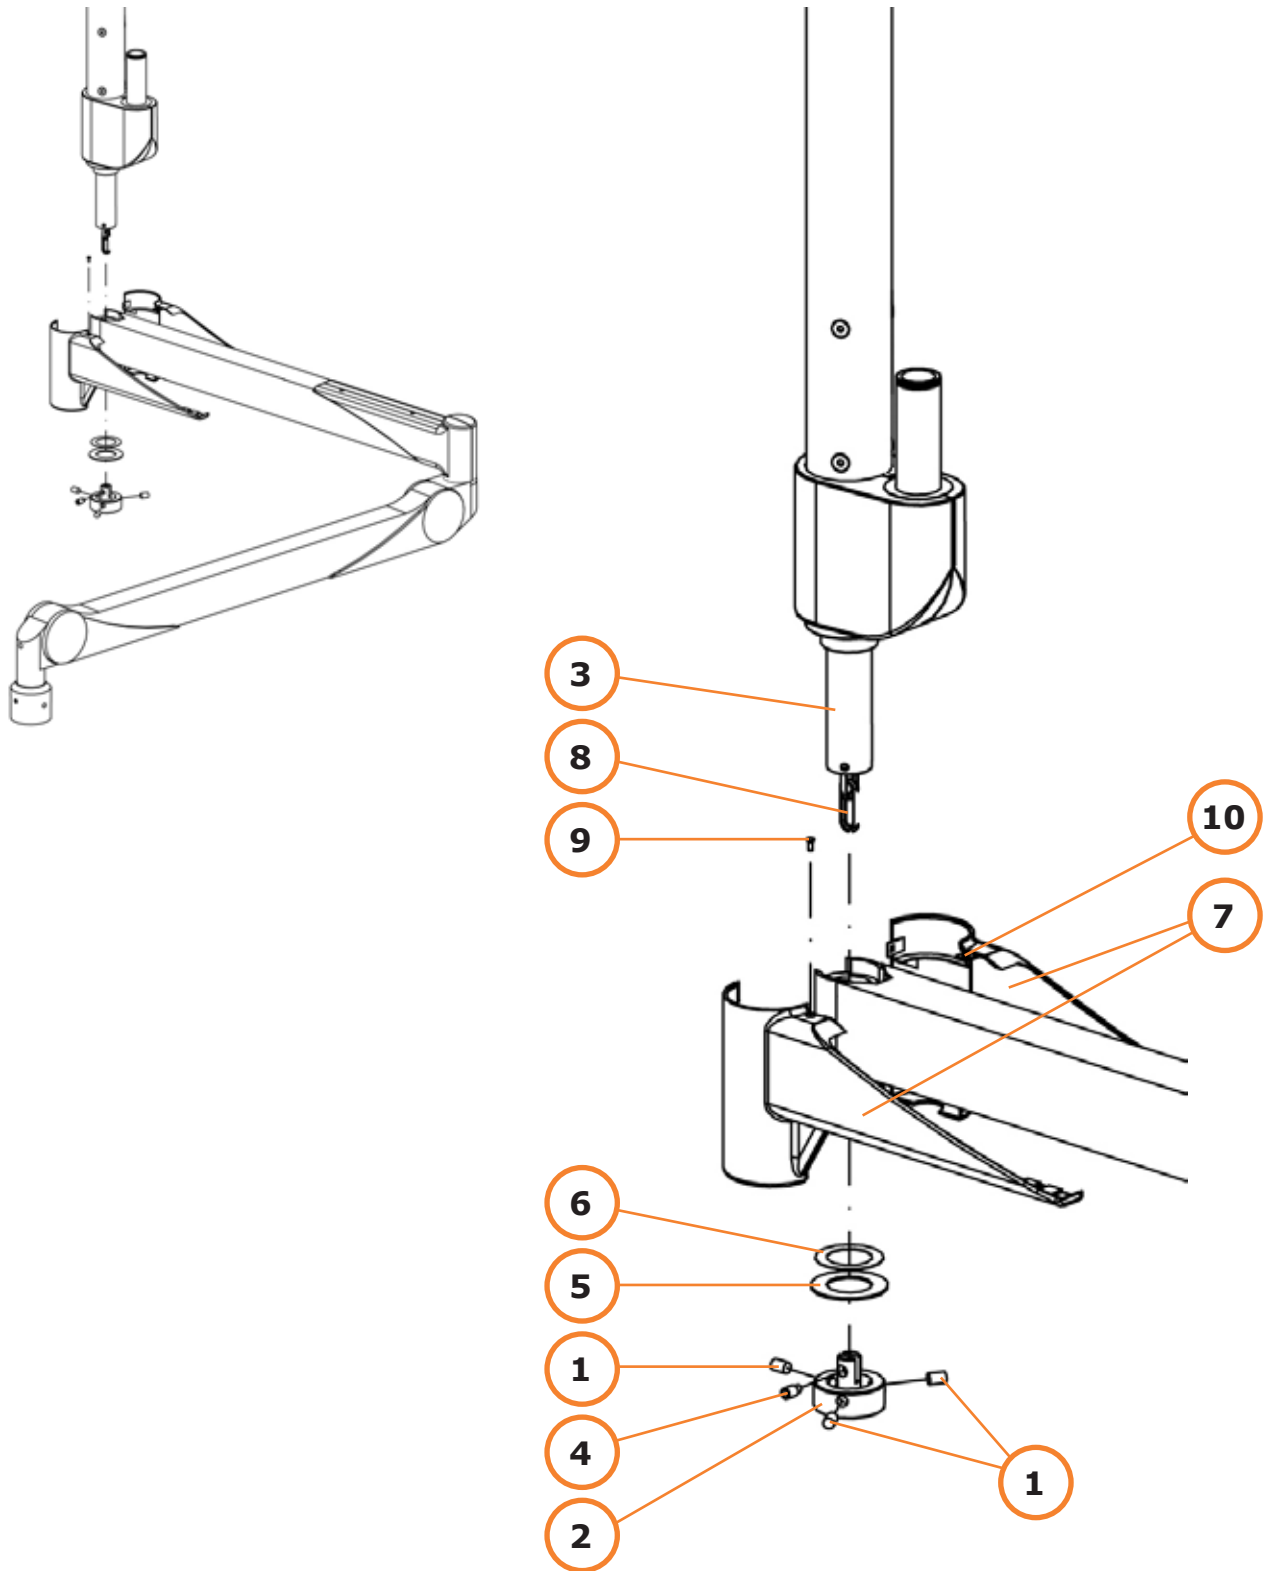

Abb. 21
9.2.1 Lösen Sie die 3 Gewindestifte (1/Abb. 21) und schieben Sie den Sicherungsring (2/Abb. 21) vorsichtig von der Aufnahme (3/Abb. 21).
9.2.2 Entfernen Sie den Gewindestift (4/Abb. 21) vom Sicherungsring (2/Abb. 21).
9.2.3 Entfernen Sie die Schutzkappe von der Aufnahme (3/Abb. 21). Bewahren Sie die Schrauben (1,4/Abb. 21), Sicherungsring (2/Abb. 21) und beide Unterlegscheiben (5, 6/Abb. 21) zur späteren Wiederverwendung auf.
HINWEIS: Falls die beiden Kunststoffhälften der Armabdeckung (7/Abb. 21) bereits verbunden sind, trennen Sie sie sorgsam.
9.2.4 Schieben Sie die Ausleger-/Federarm-Kombination fest auf der 360°-Aufnahme (3/Abb. 21).
9.2.5 Schieben Sie zunächst die Metall-Unterlegscheibe (6/Abb. 21) und dann die Kunststoff-Unterlegscheibe (5/Abb. 21) unter dem Auslegerarm auf die 360°-Aufnahme (3/Abb. 21).
9.2.6 Verbinden Sie das Ende der Sicherungskette (8/Abb. 21) mit dem Sicherungsring (2/Abb. 21).
9.2.7 Bringen Sie Loctite® 270 auf dem Gewindestift an (4/Abb. 21) und ziehen Sie ihn (2/Abb. 21) mit einem Drehmoment von 20 Nm im Sicherungsring fest.
9.2.8 Schieben Sie den Sicherungsring (2/Abb. 21) mit den beiden Unterlegscheiben (5,6/Abb. 21) auf die 360°-Aufnahme.
9.2.9 Benetzen Sie die 3 Gewindestifte mit Loctite® 270 (1/Abb. 21) und befestigen Sie den Sicherungsring (2/Abb. 21) mit diesen mit einem Drehmoment von 20 Nm (3/Abb. 14) an der Aufnahme.
9.2.10 Nehmen Sie die Armabdeckung (7/Abb. 21) aus dem Versandkarton des Deckenstativs. Verwenden Sie diese anstelle der mit dem Portegra2-Ausleger-/Trägerarm gelieferten Armabdeckung.
9.2.11 Stecken Sie die Blechmutter (10/Abb. 21) auf das Bohrloch der Armabdeckung. Bringen Sie die beiden Hälften der Abdeckung unterhalb des Sicherungsringes an (2/Abb. 21); setzen Sie sie vorsichtig zusammen und lassen Sie die Klammern in die Kerben einrasten.
Achten Sie bei der Montage der Abdeckungsteile darauf, die Montageschraube (9/Abb. 21) nicht zu fest anzuziehen. Sollte die Schraube durch die vorhandene Bohrung durchgeschraubt werden, müssen die Abdeckungsteile getauscht werden.
9.2.12 Setzen Sie die Montageschraube (9/Abb. 21) in das Gewinde ein und ziehen Sie sie fest.
Achten Sie bei der Montage der Abdeckungsteile darauf, die Montageschraube (12/Abb. 21) nicht zu fest anzuziehen. Sollte die Schraube durch die vorhandene Bohrung durchgeschraubt werden, müssen die Abdeckungsteile getauscht werden.